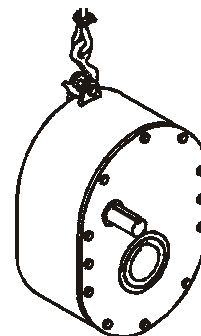

Figura 1
- ▶ Os redutores deverão ser movimentados, utilizando-se do parafuso de fixação do braço de torção, conforme figura 1.